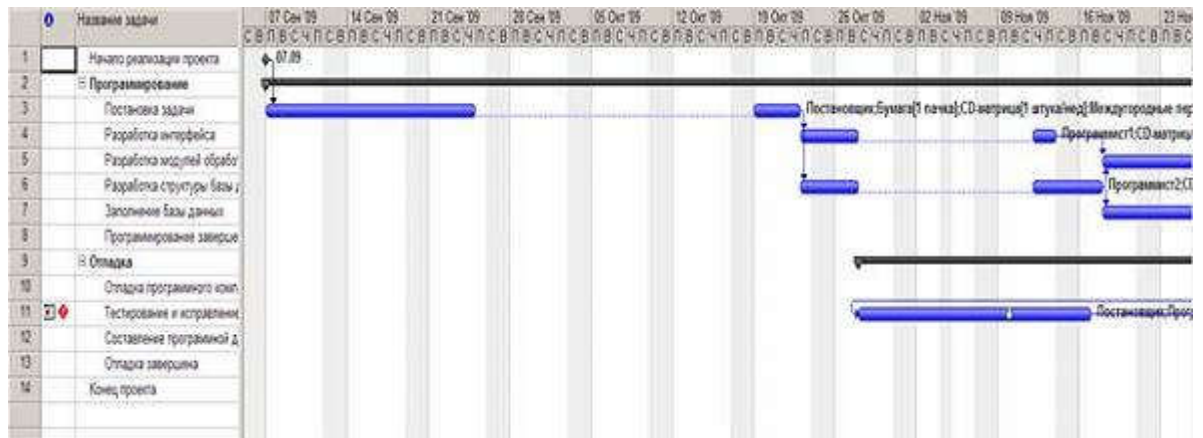

Рис. 7.17. Календарный график после автоматического выравнивания
- Установить *Выполнять автоматически*, нажать *Ок*. Результат – календарный график после выравнивания (рис.7.17) существенно отличается от графика до выравнивания: в задачи вставлены перерывы с тем, чтобы ликвидировать перегрузку.